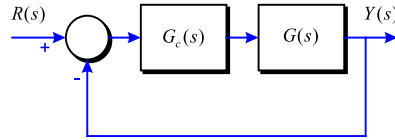

Figura 3-39
**Problema 95** La funció de transferència del sistema de la Figura 3-39 és: